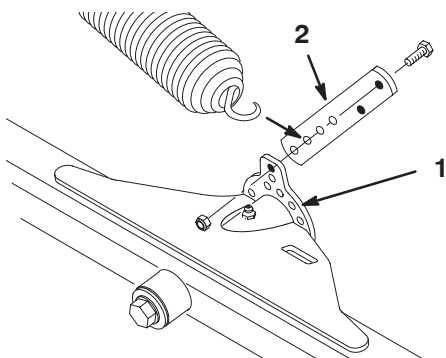

Bild 15
1. Befestigen Sie einen Federanker mit 2 Kopfschrauben (1/4 x 3/4 Zoll) und Sicherungsmuttern an der hinteren Innenseite jeder Hubnase der vorderen Mähwerke, siehe Bild 15.
2. Haken Sie die Feder an den vorderen Mähwerken in das zweite Loch von unten (dritte Stellung) in den Federanker (Bild 15).